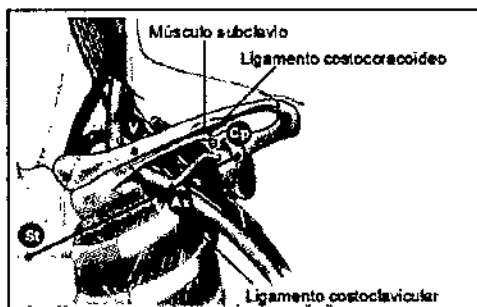

Figura 2. Las señales identifican el punto de entrada de una punción venosa subclavia percutánea.
1. De acuerdo con la Figura 2, identifique los puntos St (ángulo esternal) y Cp (apófisis coracoides).